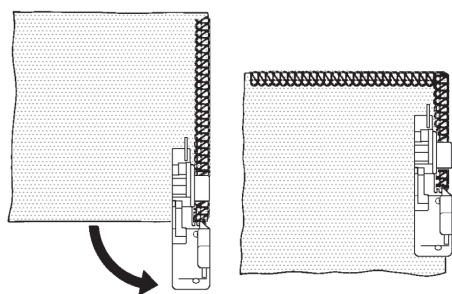

Fig. 1
3. Girare la stoffa, abbassare il piedino e continuare a cucire nella nuova direzione (fig.1)